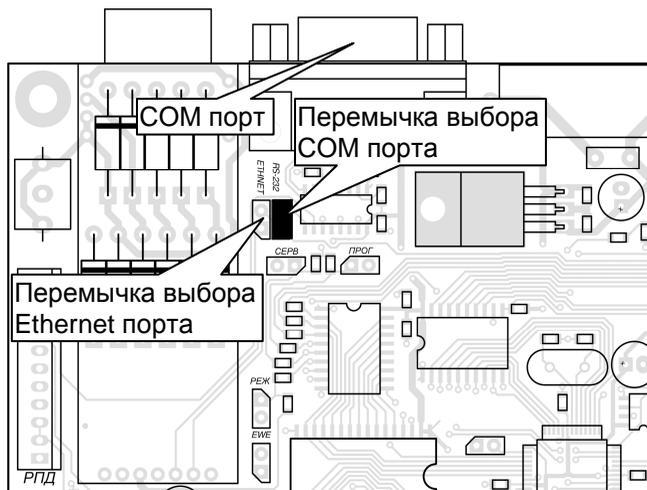

Рис. 5
5.2.1. Отключить сетевое питание РТ “Радиосеть”, отключить АКБ от РТ. Снять переключку выбора порта Ethernet (рис. 5), установить переключку выбора COM порта.